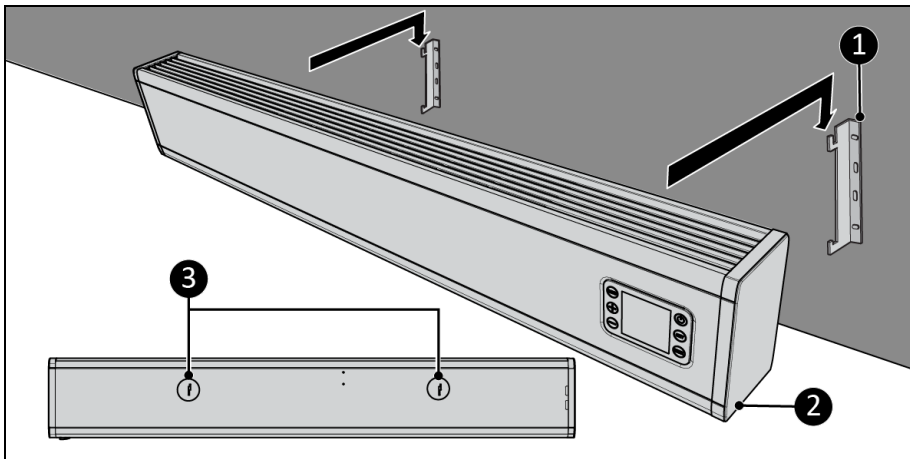

Figura 11
7. Așezați găurile suportului (Figura 11, poz. 3) peste suporturile de perete (Figura 11, poz. 1).
8. Lăsați dispozitivul (Figura 11, poz. 2) să cadă în orificiile suporturilor de perete (Figura 11, poz. 1).